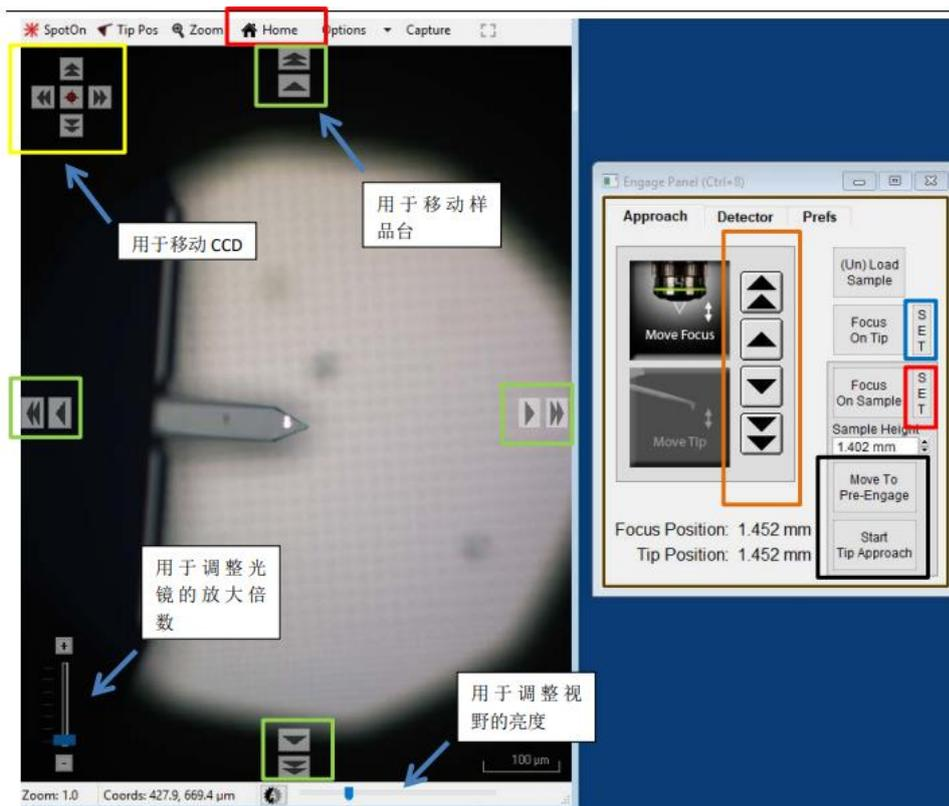

图 6-8
- （10）聚焦探针。如图 6-8 所示，在“Video”窗口，在 Zoom1.0 条件下，点击上方的“Home”按钮，注意观察 Video 窗口，会大致看到悬臂梁的轮廓，或者可以判断出悬臂梁位于当前视场的哪个方向，可以使用左上方标黄的 CCD 按钮移动或寻找探针。之后在“Engage Panel”窗口中，上下调节物镜焦距（请注意！要选择“Move Focus”才能调节物镜），单箭头为慢聚焦，双箭头为快聚焦。确定针尖聚焦面后，点击“Focus On Tip”旁边的“SET”。
(13) 聚焦样品表面。继续向下调节聚焦，直至聚焦在样品表面上，点击 Focus on Sample 的右侧的 SET 按钮，此时可以看到 Sample Height 的数值会更新。
(14) 点击图 6-8 中标黑的“Move To Pre-Engage”按钮，这会使探针位于样品表面 50μm 的位置。观察激光光斑是否有偏移，如果有可以微调其位置。
(15) 点击“Sum and Deflection Meter”窗口的 Zero PD, 使 Deflection 调零(接近 0 即可)。
(16) 寻峰/Tune, 即寻找所用探针的共振频率并设置空气的 Free Amplitude 值 (Target Amplitude), 点击“Master Panel”窗口右侧栏的“Tune”按钮。“Cantilever Tune”窗口会弹出, 点击“Auto Tune”按钮即可。稍等片刻, 可以观察到寻峰结果, 寻峰得到的相关参数 (Drive Amplitude 和 Drive Frequency) 会自动保存, 此时可以关闭该窗口。